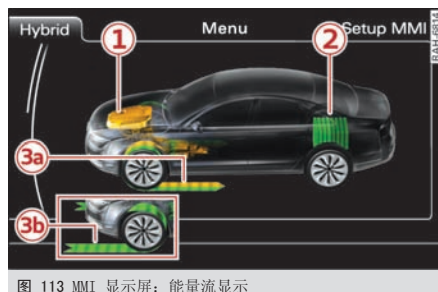

图 113 MMI 显示屏：能量流显示
- ▶ 选择：功能按钮 **MENU** (菜单) > 控制按钮 Hybrid (混合动力) ⇒ 图 113。